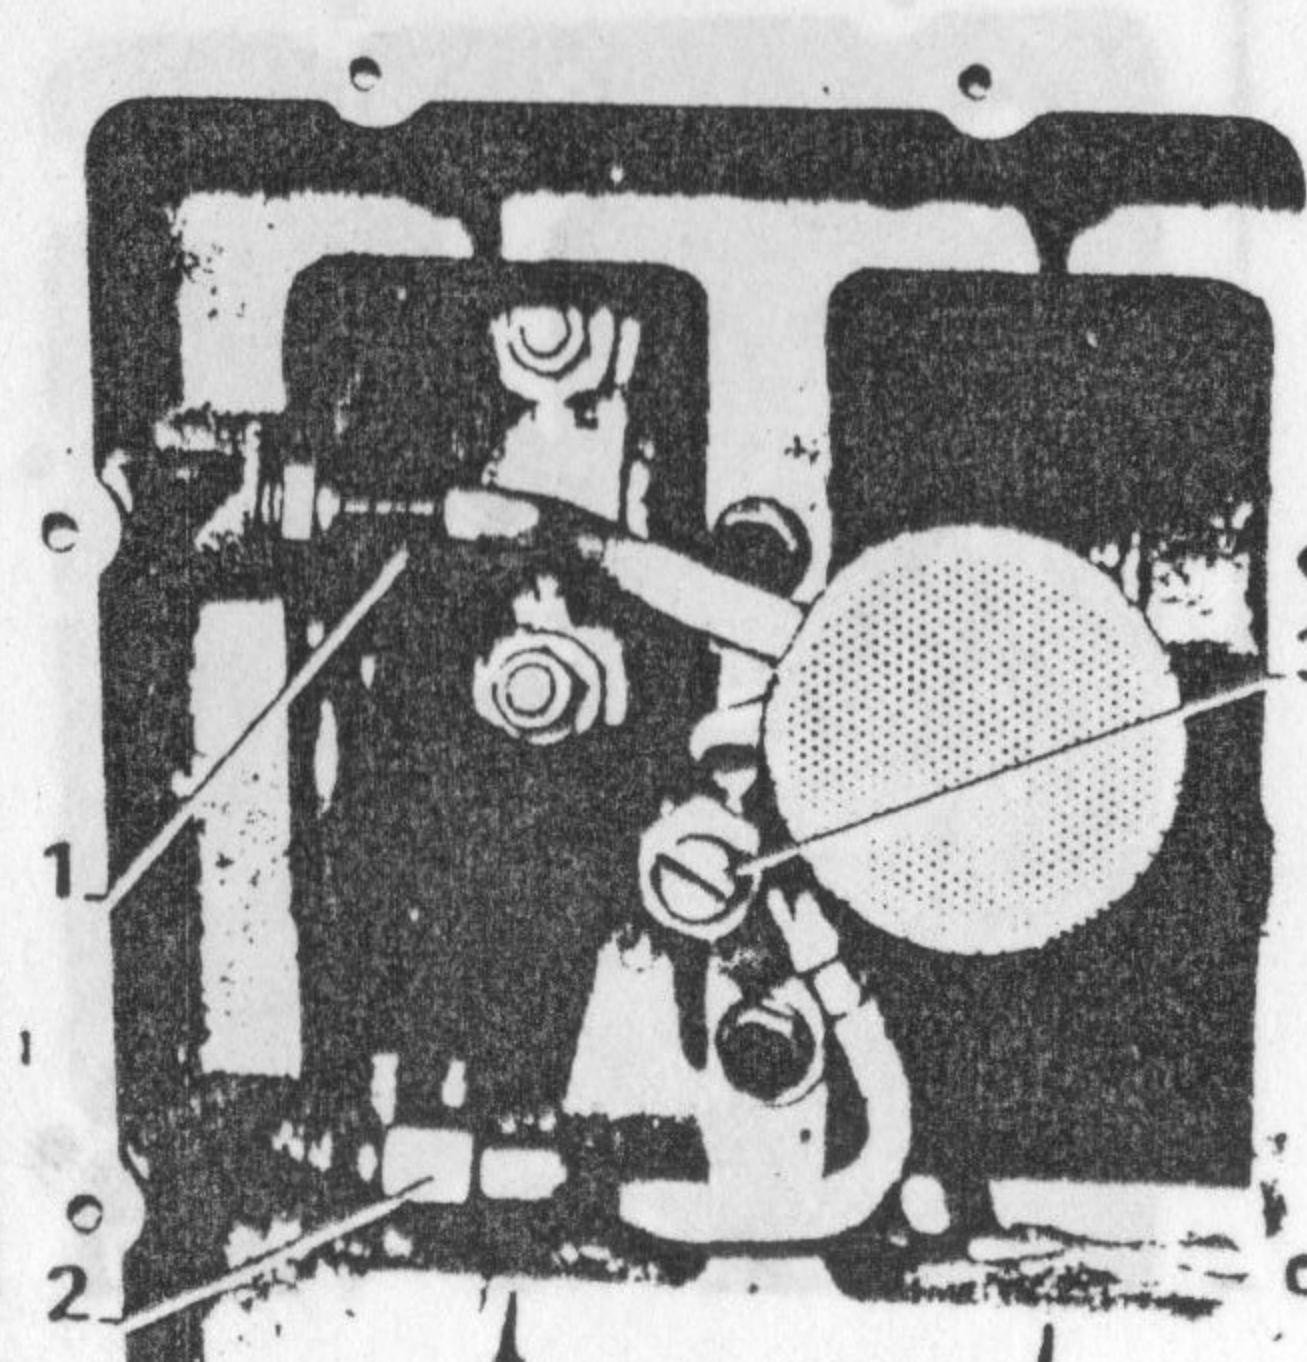

Fig. B 16
3.7. CREPINE - CLAPET DE DECHARGE (fig. B 16)